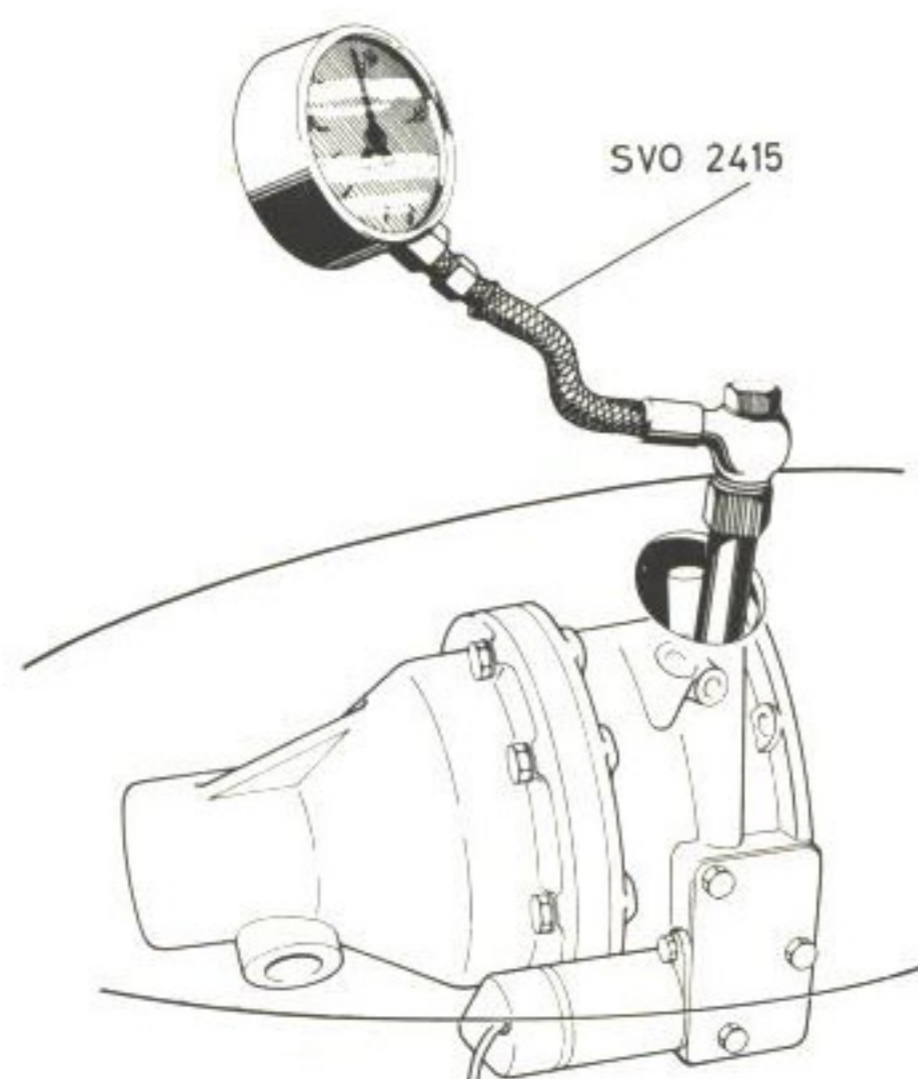

Bild 8. Kontroll av oljetryck
2. Tag bort proppen över manöverventilen och anslut oljemanometer SVO 2415, se bild 8. OBS! Fjädern (49), tappen (52) och kulan (53) skall vara kvar i sitt läge.